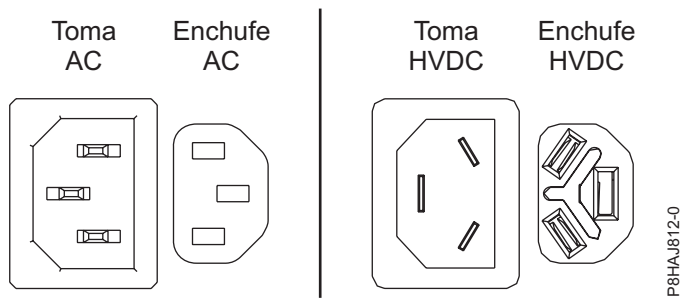
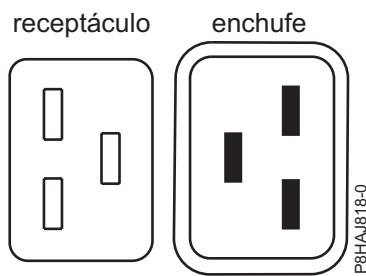
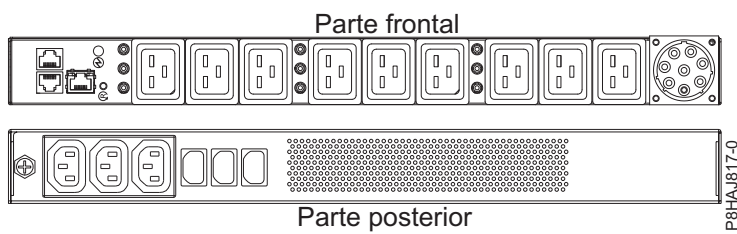

Figura 33. Conectores CA y HVDC
Figura 34. Conectores para el sistema 8408-44E
Figura 35. PDU para el sistema 8408-44E
La Figura 33 en la página 51 muestra los conectores de corriente alterna (CA) y de corriente directa de alto voltaje (HVDC) soportados. La Figura 34 en la página 51 y la Figura 35 en la página 51 muestran